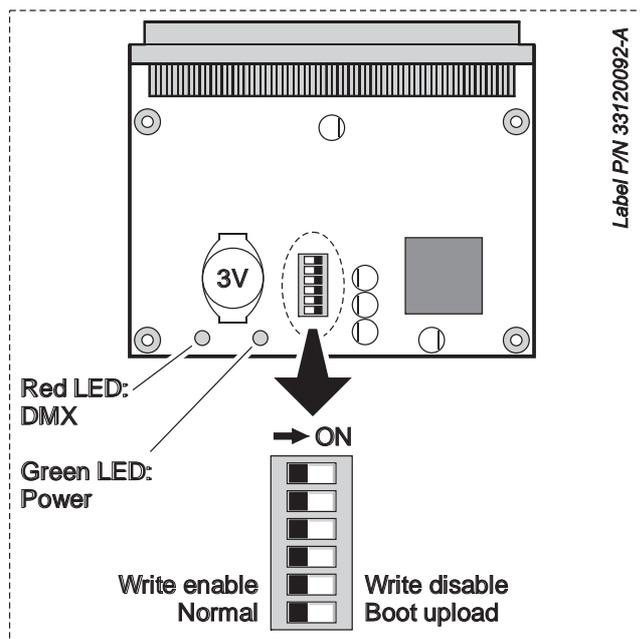

Figura 21: PCB principal y DIP-switch
3. Ver Figura 21. Localizar el DIP-switch de 6 contactos de la PCB y mover el pin nº 6 a la posición **ON** (activación modo "boot").
La batería de 3 voltios de la PCB principal (marcado como **3V** en la Figura 21) podrá ser, ocasionalmente, sustituida. Cuando la batería haya alcanzado el final de su vida útil y no pueda alimentar el reloj interno integrado, aparecerá **RCER** (real-time clock error) en el display. Contacte con el Servicio Técnico Martin para su sustitución.